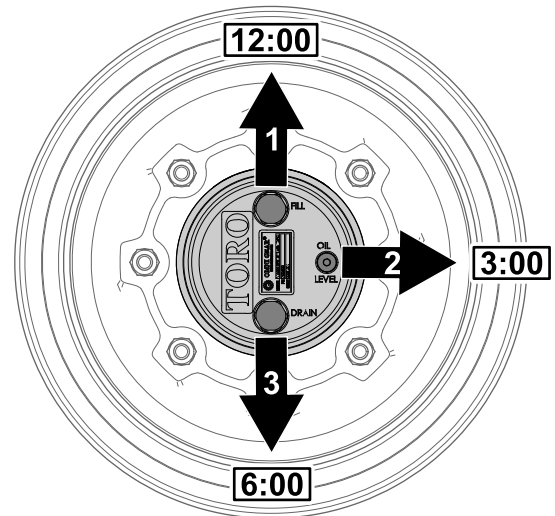

Figura 103
1. Aparque la máquina en una superficie nivelada, coloque la rueda de modo que el tapón de llenado se encuentre en la posición de las 12, el tapón de verificación en la posición de las 3 y el tapón de vaciado en la posición de las 6 (Figura 103).
2. Retire el tapón de verificación en la posición de las 3 (Figura 103).
1. Aparque la máquina en una superficie nivelada, coloque la rueda de modo que el tapón de llenado se encuentre en la posición de las 12, el tapón de verificación en la posición de las 3 y el tapón de vaciado en la posición de las 6; consulte Figura 103 en Comprobación del lubricante de la transmisión planetaria (página 68).